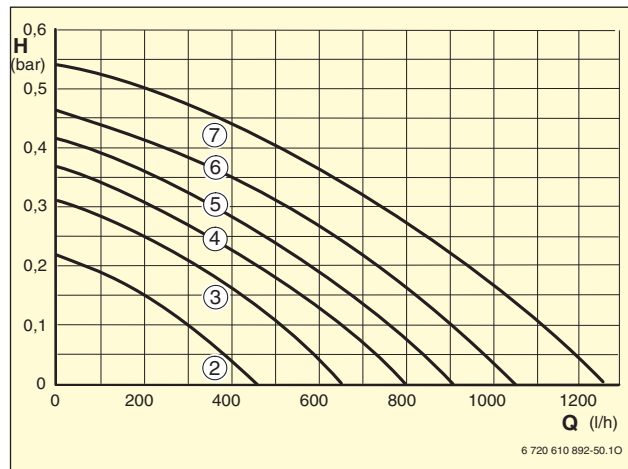

Bild 7 Kennlinien
- Pumpenstufe einstellbar, keine Regelung (Bild 7)
Legende für Bild 7: